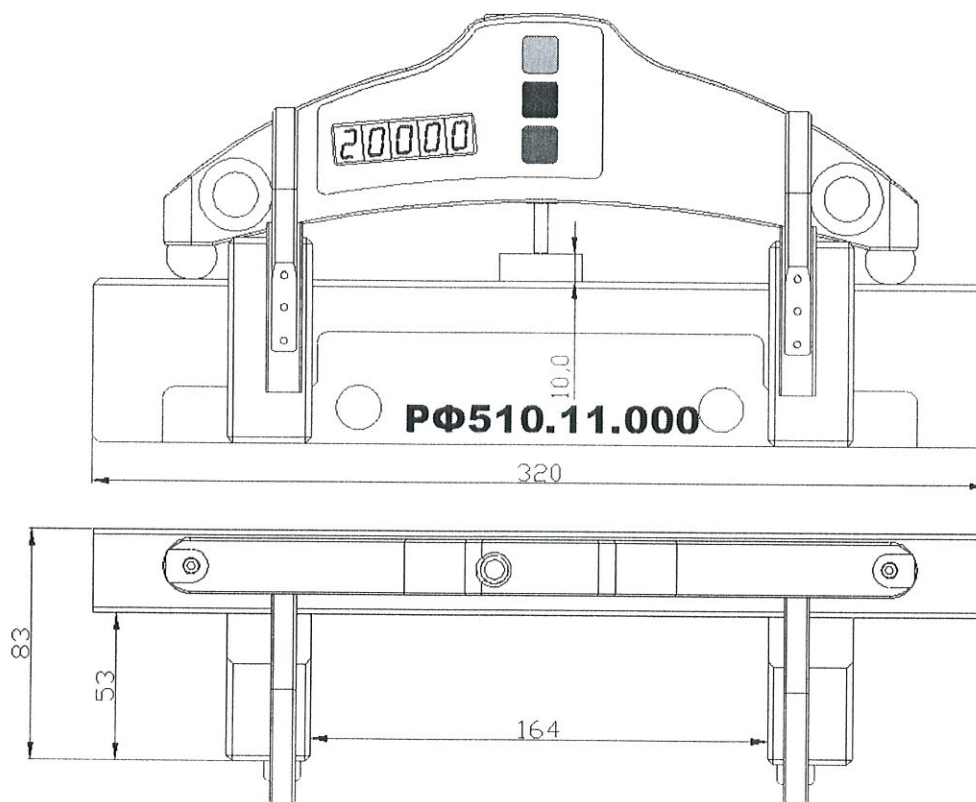

Рисунок 2
- плита поверочная с отклонением от плоскостности не более $\pm 0,5$ мкм на длине 250 мм (либо плоский шаблон РФ510.11.000, рис. 2);